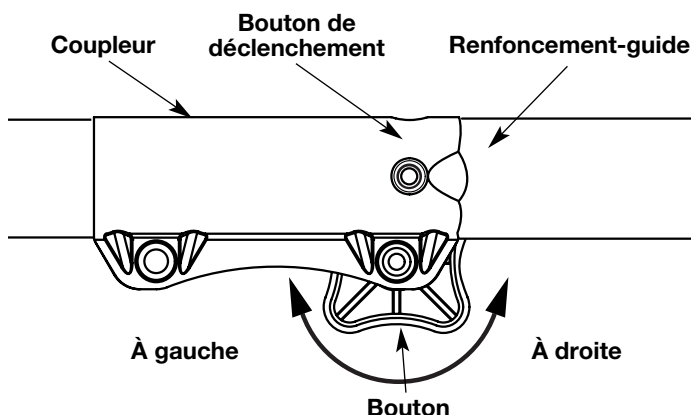

Fig. 1
1. Dévissez le bouton vers la gauche (Fig. 1).
2. Appuyez sur le bouton de déclenchement et maintenez-le enfoncé (Fig. 1).
2. Dévissez le bouton vers la gauche (Fig. 1).
**REMARQUE :** alignez le bouton de déclenchement avec le renforcement-guide pour faciliter l'installation (Fig. 1).